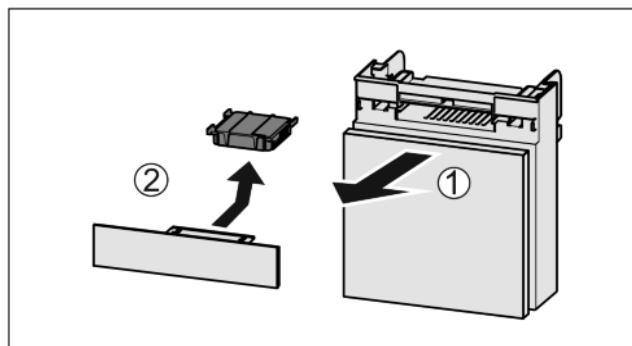

Fig. 33
- Vytiahnite zásuvku smerom dopredu Fig. 33 (1).
- Vyberte aktívny uhlíkový filter Fig. 33 (2).